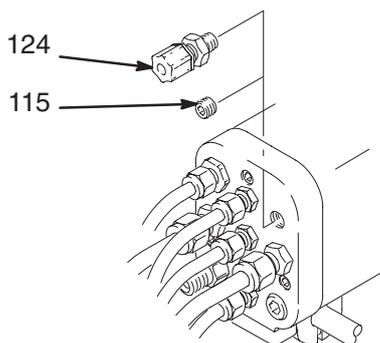

Abb. 5
1. Den 1/8 NPT-Stopfen (115) vom Lichtwellenleiterzugang am Verteiler entfernen und schwarzes Lichtwellenleiter-Fitting (124) einbauen. Siehe Abb. 5.